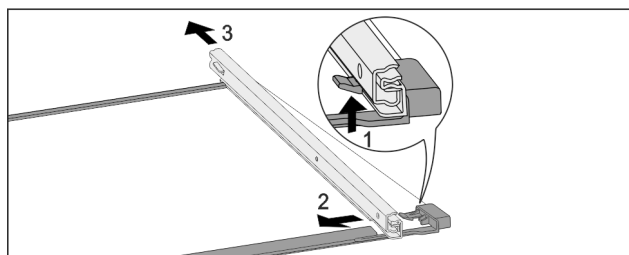

Fig. 253 Стеклянная пластина с направляющими
- ▶ Отожмите передний стопорный крючок вверх. Fig. 253 (1)
- ▶ Сдвиньте выдвижную направляющую в сторону Fig. 253 (2) и назад Fig. 253 (3).